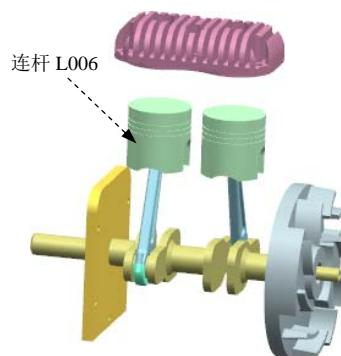

图 10.4.7 定义连杆 L006
(6) 定义连杆 L006。选取图 10.4.7 (此图将连杆 L002 进行隐藏) 所示的零件为连杆 L006，在“连杆”对话框中单击 **应用** 按钮。